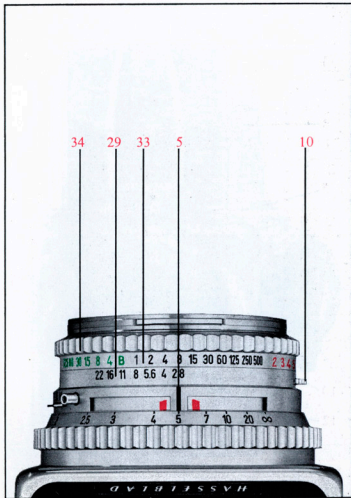

Fig. 7
La présélection des ouvertures de diaphragme (29, voir Fig. 7) s'opère à l'aide de la bague graduée (29). Cette bague est accouplée à la bague graduée de réglage de la vitesse d'obturation (33), ces deux bagues pouvant être tournées simultanément à l'aide de la couronne de réglage (34). Pour modifier l'ouverture du diaphragme indépendamment de la vitesse d'obturation, il suffit d'appuyer sur le levier de désolidarisation (10) en direction du boîtier de l'appareil, ce qui a pour effet de libérer la bague graduée de réglage du diaphragme, laquelle peut alors être réglée jusqu'à ce que la valeur désirée soit affichée en regard du trait-repère central (5). La fermeture du diaphragme à la valeur présélectionnée est assurée automatiquement immédiatement avant l'exposition. La mise au point s'effectue donc normalement avec le diaphragme grand ouvert. Il est cependant possible de se rendre compte de l'effet produit par la diaphragmation. A cet effet, appuyer sur le levier (12) de sorte que le diaphragme se ferme à la valeur présélectionnée. Le retour du diaphragme à la pleine ouverture s'effectue ensuite soit à l'aide du bouton (16) lors de l'armement après exposition, soit par rotation de la bague graduée (29) jusqu'à l'ouverture de diaphragme maximale.